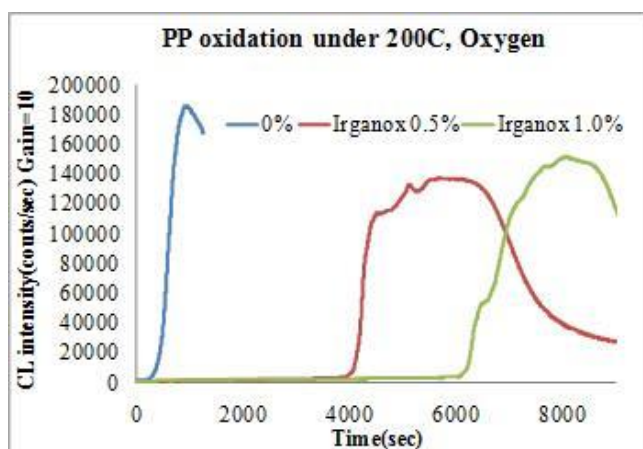
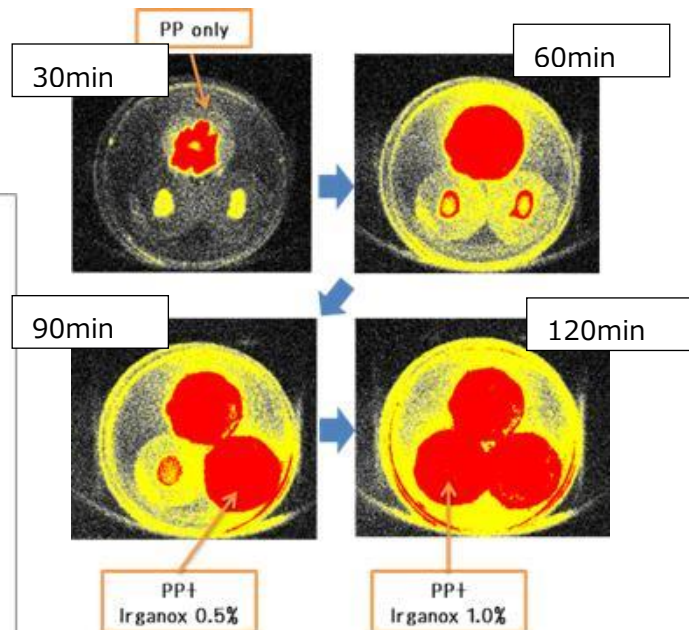

図 3 添加剤有無 PP の OIT 測定
図 4 PP 発光画像 (上 : 無添加、下右 : Irganox0.5%、下左 : Irganox1%)
② 上記と同じ PP サンプルを用い、200℃ に加熱し酸素雰囲気下で OIT 測定を行った。左図は光電子増倍管タイプを用いた結果である(図 3)。Gain 感度は 1/10 で行った。酸化防止剤を含まない PP はすぐに酸化が進み、それに伴い発光は増加する。酸化防止剤を含む PP はその濃度に応じて OIT は長くなり、順に発光が立ち上がる現象が見られた。図 4 はこれら PP を発光画像計測装置で測定した結果である。3つのサンプルを同じシャーレ上に置き、それぞれの発光が増加する様子を見たところ、順に発光が増加する様子が画像で見られ、視覚的に確認ができることが明らかになった。